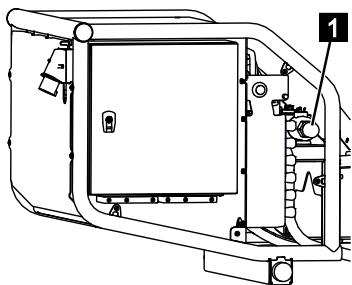

Abb. 189
7. Nach dem Notbetrieb das Ventil (Abb.189/1) gegen den Uhrzeigersinn entriegeln und die Abdeckhauben auf beiden Seiten wieder anschrauben.